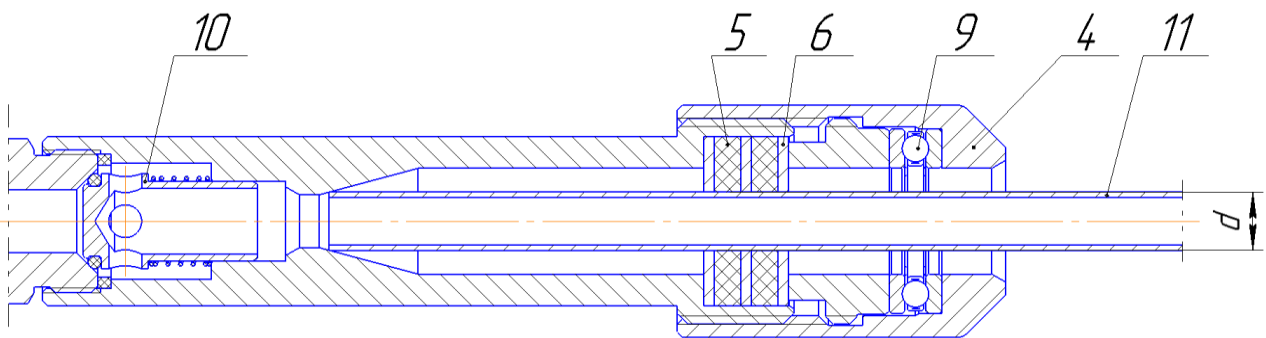

Рис.2 Устройство зажима трубы.
4.2 Кислород в копьедержатель поступает по рукаву присоединенному ниппелем du12 или d16 7 к штуцеру шарового крана накидной гайкой 8, имеющей правую резьбу М24х1,5 и далее через кран шаровый, в трубу из малоуглеродистой (менее 0,3%) стали 11, закрепленную в копьедержателе резиновыми прокладками (рис.2). Для уменьшения трения при затяжке гайки зажима внутри неё имеется упорный подшипник 9.
5.7 Для замены копия отпустите гайку зажима до ослабления силы зажатия и вытащите остаток трубы. После чего установите новую трубу и зажмите ее гайкой, для чего рекомендуется снять гайку (упор, удерживающий подшипник, находящийся внутри гайки вынимать не следует, а при самовыкручивании - установить на место). надеть на новую трубу гайку и пакет шайб и прокладок в соответствии с рис.2 и установить его гнездо рукоятки, после чего вдвинуть трубу в рукоятку до упора. После чего навинтить гайку зажима так чтобы разжавшиеся прокладки удерживали трубу. Попытка установки трубы в сжатые прокладки может привести к их повреждению.